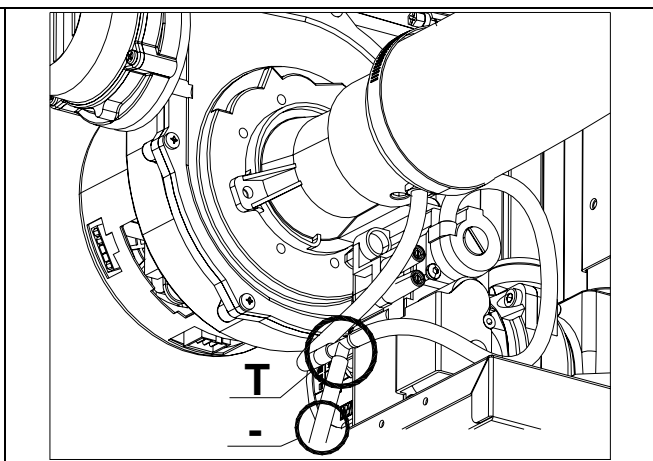

Figura 19
- 8) Collegare una delle due estremità del raccordo a T, utilizzando un altro tubetto in silicone, alla presa pressione sul venturi, l'altra estremità alla presa pressione negativa del micromanometro (Figura 19 a pagina 37).